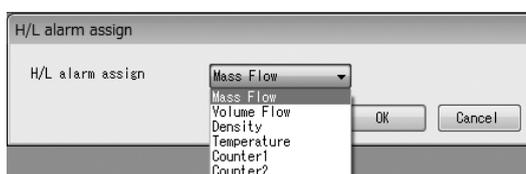

図62
- ③ 図62のように、「H/L alarm assign」の右側の矢印をクリックしてドロップダウンリストの中から設定する割付けを選択してください。